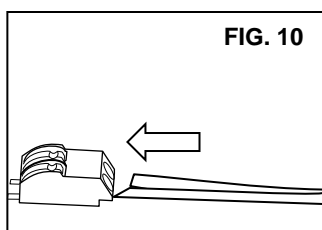

FIG. 10
7. De la nouvelle CONTROLEUR DEL insérez le FIL ROUGE (ou NOIR) dans le BORNE CHAUD (marquée d'un "+" sur le PANNEAU DE DEL) et le FIL JAUNE (ou BLANC) a la BORNE NEUTRE (marquée d'un "-" sur le PANNEAU DE DEL) du bornier. (FIG. 10)